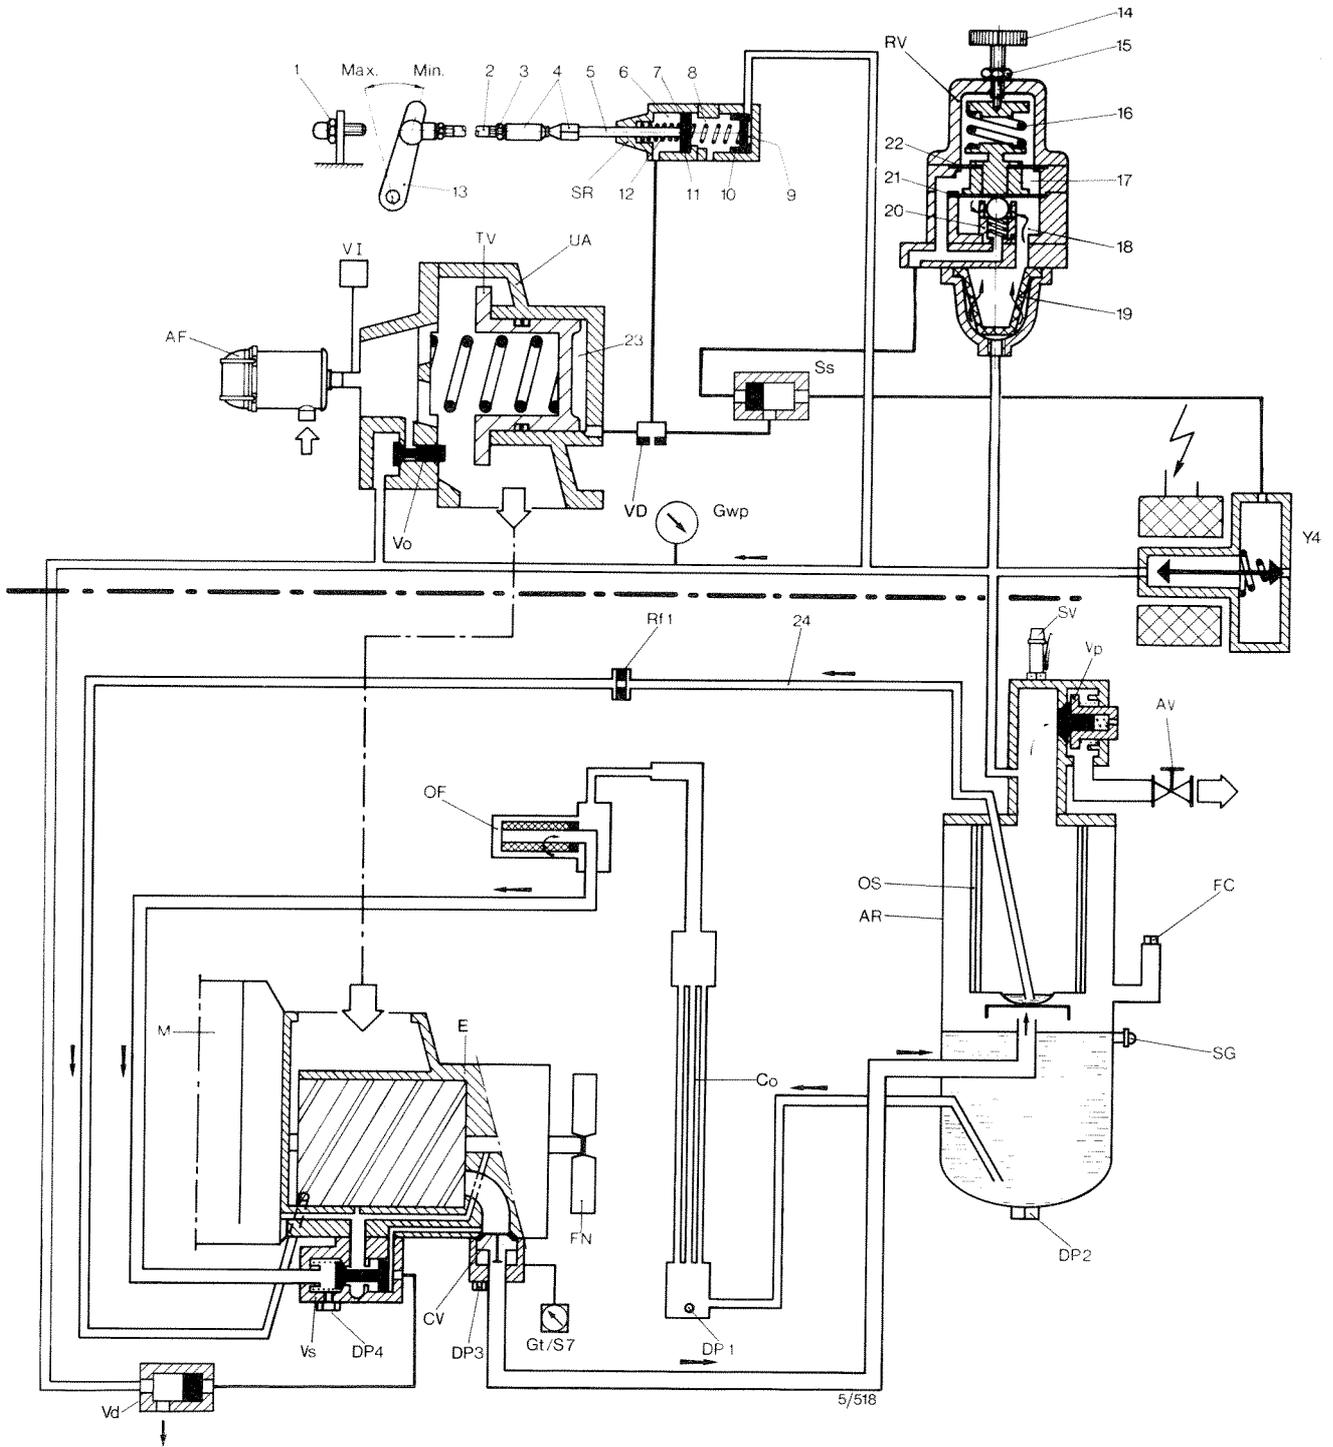

Fig. 5b. Systèmes de régulation-décharge et systèmes air-huile des groupes XAH, -S175 Dd et XA, -S230 Dd
- 1) Pour les XAH, -S175 Dd et XA, -230 Dd avec refroidisseur final, voir "REGULATION DE VITESSE - SYSTEME DE DECHARGE" de la Fig. 5b
1. Quand le moteur part, l'air est aspiré et la pression monte rapidement dans le réservoir (AR). La soupape de mise à vide (Vd) se ferme immédiatement.
2. De l'air du réservoir pénètre dans la chambre (23) de l'étrangleur et la chambre (6) du régulateur de vitesse, via la valve de mise en charge (LV) ou via l'électrovalve de mise en charge et le sélecteur (Y4 et Ss-Fig. 5b). L'air du réservoir entre également dans la chambre (9) du régulateur de vitesse. L'étrangleur (TV) commence à se fermer à la pression(e) d'environ 1 bar; le plongeur (10) du régulateur de vitesse se déplace vers la position gauche mais la pression du réservoir dans la chambre (6) maintient le piston (7) tout contre la butée de régime minimum (11) de sorte que le moteur tourne à la vitesse de mise à vide.